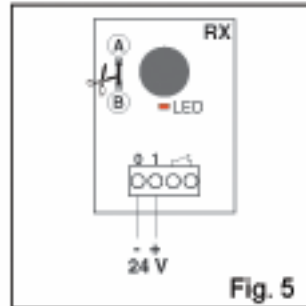
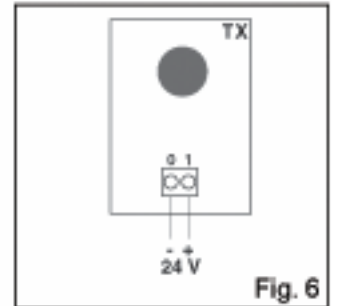

Fig. 5
Fig. 6
Az RX és TX egységet hozza optikailag egy vonalba (Fig. 8) A rögzítés történhet akár közvetlenül a falra az XEL2 -vel, vagy az XELCB, XELCA, XEL2C oszlopra. A kivezetékezés a fig. 5 és a fig. 6 ábra szerint történjen.
- 1.1 Vágja át az RX egység jumperét az [A] és a [B] pontnál (fig. 5). Ezzel a maximális hatótávolság kb. 15 m –re nő.
7. A fotocella vezérlő elemként történő felhasználása (fig 6)
- Az N.C. érintkező (fig 5.) most N.O. — érintkezővé válik, és ezt kell a vezérlő panel 1-3 (nyitott) kapocsponthoz, vagy pedig az 1-5 (léptető) kapocsponthoz kötni.